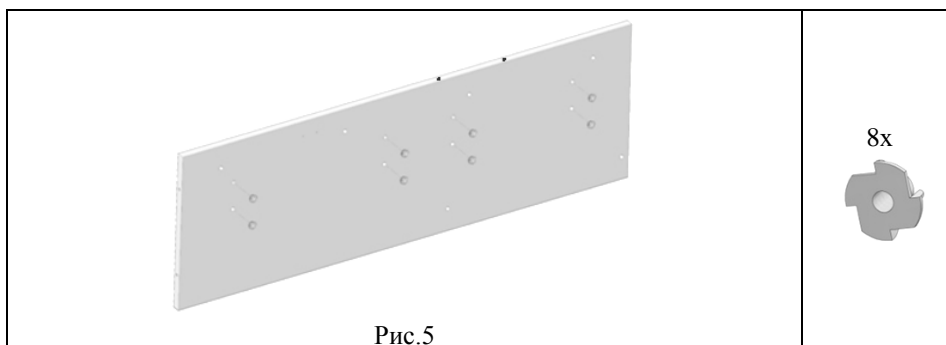

Рис.5
5.1.2 Достать из задней стенки заглушки технологические и установить усовые гайки (поз. 1, пакет № 57) на заднюю стенку (поз.3) (Рис.5). Вбить гайки усовые используя киянку или молоток на *горизонтальной поверхности*. (Рис.5а).
Рис.5а